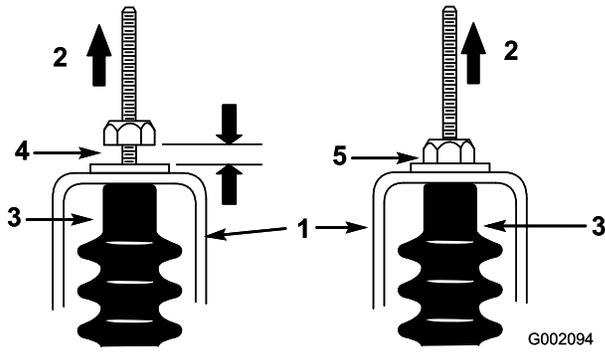

Figura 41
5. Tire hacia arriba de cada cable de cambio y asegúrese de que no haya holgura entre la tuerca/arandela y la pletina de punto muerto (Figura 41). Si hay holgura, apriete la tuerca.